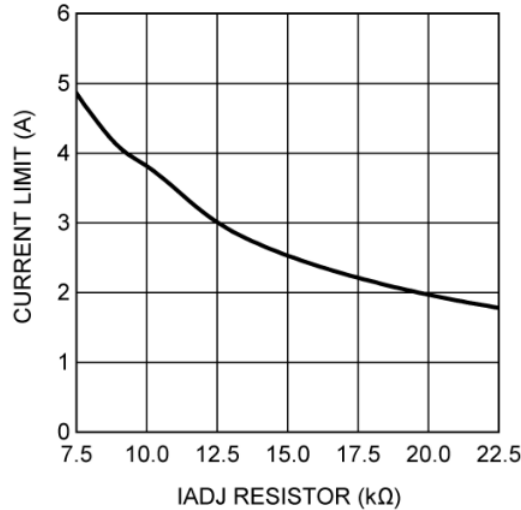

Figura 3: Corriente pico máxima vs. resistencia de I_{ADJ} en LM22673-TJ-ADJ
- R_2 conectado a I_{ADJ} . Este pin regula la corriente máxima pico. Una sola resistencia es necesaria entre este pin y masa para poder controlarla, de acuerdo a lo mostrado en la Figura 3.